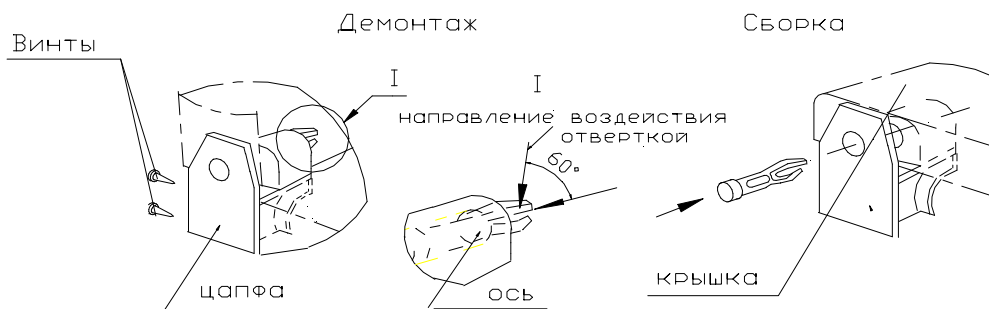

Рис.7.
6.3. Демонтаж крышки плиты (рис. 7)